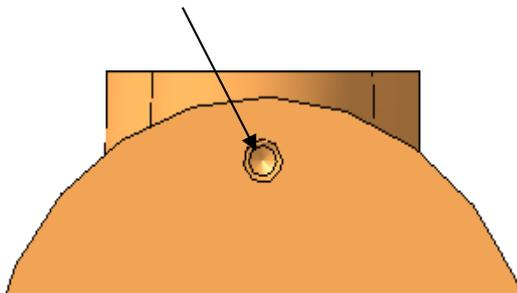

Рис. 16
- выберите способ позиционирования  **По координатам**, задайте координаты **X: 0, Y: -83** (рис. 16) и нажмите кнопку  **Создайте объект**;
- в диалоговом окне **Библиотека Стандартные Изделия** дважды щелкните в поле **Диаметр резьбы** и в окне **Выбор типоразмеров и параметров** задайте **Диаметр резьбы 3мм, Шаг резьбы 0,5мм**, выберите нужную строку, нажмите **ОК** и **Применить**. Будет сгенерировано резьбовое отверстие (рис. 16).